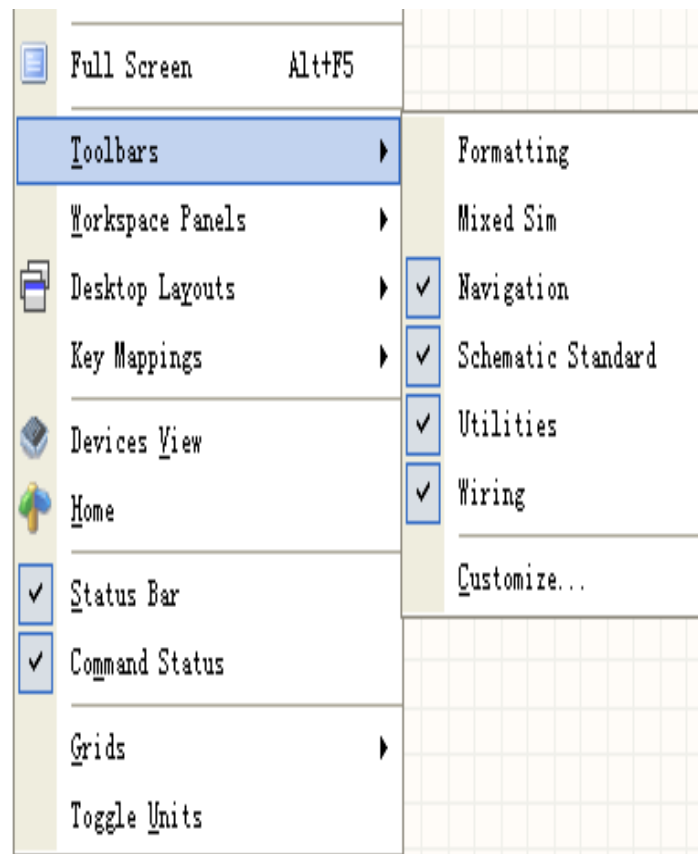

图6-2 工具栏的切换
- ❖ Altium Designer的原理图编辑的操作界面中多项环境组件的切换可通过选择主菜单“View”中相应项目实现如图6-2所示。“Toolbars”为常用工具栏切换命令；“Workspace Panels”为工作区面板切换命令；“Desktop Layouts”为桌面布局切换命令；“Command Status”为命令栏切换命令。菜单上的环境组件切换具有开关特性，例如，如果屏幕上有状态栏，当单击一次“status Bar”时，状态栏从屏幕上消失，当再单击一次“Status Bar”时，状态栏又会显示在屏幕上。
- ❖ Altium Designer的工具栏中常用的有主工具栏（Schematic Standard）、连线工具栏（Wiring）、常用工具栏（Utilities）等。这些工具栏的打开与关闭可通过菜单“View → toolbars”中子菜单的相关命令的执行来实现。工具栏菜单及子菜单如图6-2所示。